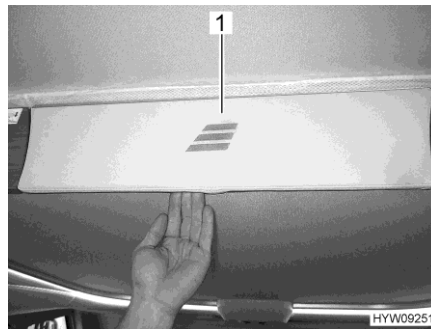

Bild 106 Panel (höjbar säng)
- Drag i panelen (Bild 106,1) för att låsa upp den höjbara sängen.